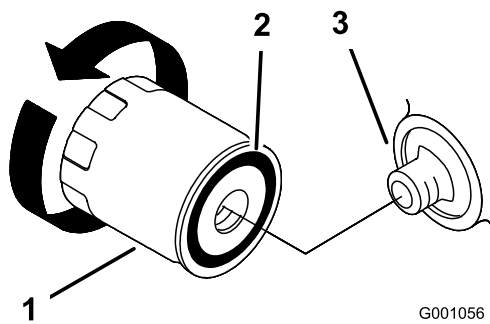

Figura 22
2. Remova o filtro de óleo antigo e limpe a superfície de vedação do adaptador do filtro (Figura 22).
3. Aplique uma fina camada de óleo para sistemas hidráulicos na junta de borracha do filtro de substituição (Figura 22).
4. Instale um filtro de óleo de substituição no adaptador do filtro, rode o filtro de óleo no sentido horário até que o vedante de borracha entre em contacto com o adaptador do filtro, em seguida, aperte o filtro mais 2/3 a 1 volta (Figura 22).